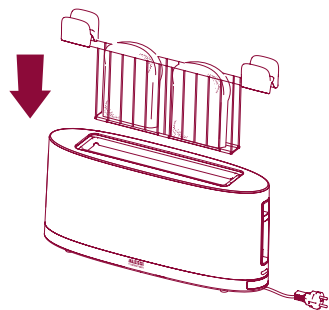

Fig. 14
- 2 Chiudete la pinza e inseritela nel Tostapane (fig. 14).